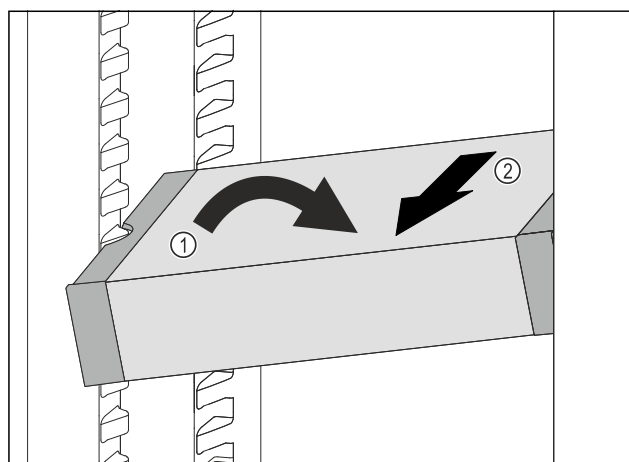

Fig. 92
- ▶ VarioSafe ustawić w chłodziarce pod skosem. Fig. 92 (1)
- ▶ VarioSafe wyjąć do przodu. Fig. 92 (2)